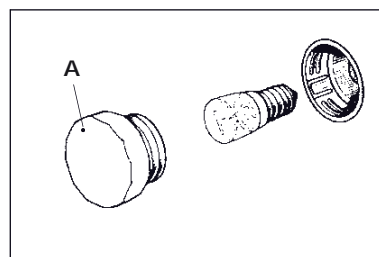

Fig. 7
Desaparafusar o casquilho de proteção (A. - Fig. 7) que está no interior do forno e aceder à lâmpada. Depois de ter substituído a lâmpada, colocar novamente a cobertura de proteção (A).